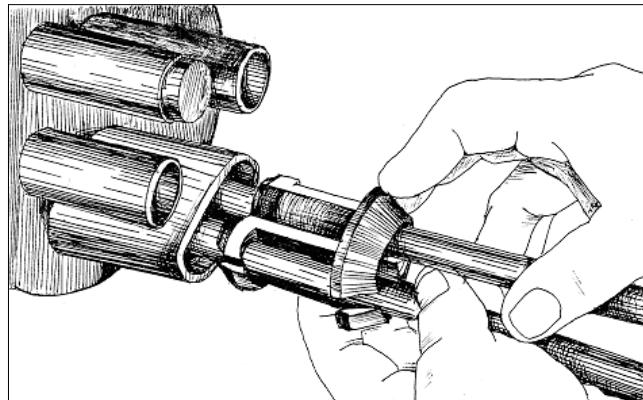

Рис. 3.14. Ввод кабелей с наконечником в овалный патрубок
**3.6.1.** Отверстие в обеих половинках наконечника подрезают по наружному диаметру кабеля. Устанавливают наконечник на кабели и вводят их в овалный патрубок оголовника (Рис. 3.14). Комплект №6, как правило, используется при монтаже ОК с одной оболочкой и продольная герметизация не производится.